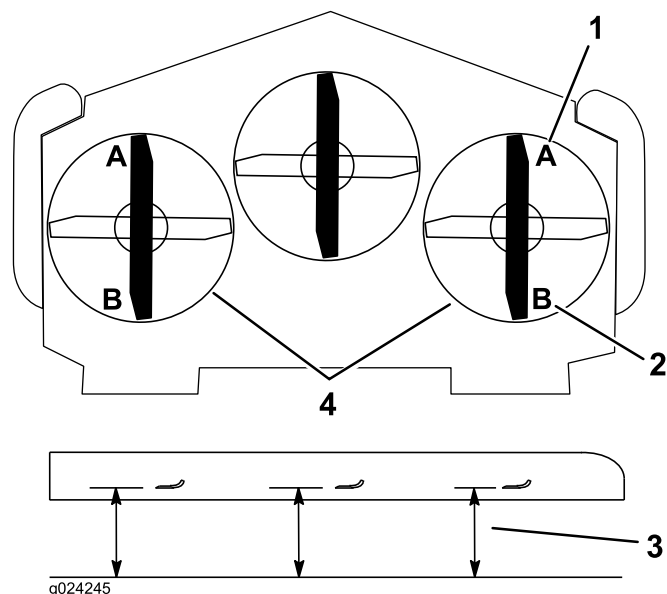

Figura 83
8. En ambos lados de la carcasa, mida desde la superficie nivelada hasta la punta delantera de la cuchilla (Posición A) (Figura 83).
Nota: La distancia debe ser de 76 mm; consulte Figura 83.
14. En ambos lados de la carcasa, mida desde la superficie nivelada hasta la punta trasera de la cuchilla (Posición B). Asegúrese de que la distancia es de 8,3 cm (Figura 83).